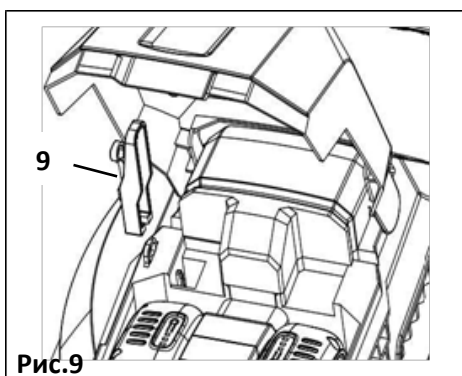

Рис.9
Вставьте автоматический выключатель (9) в устройство. (Рис. 9)